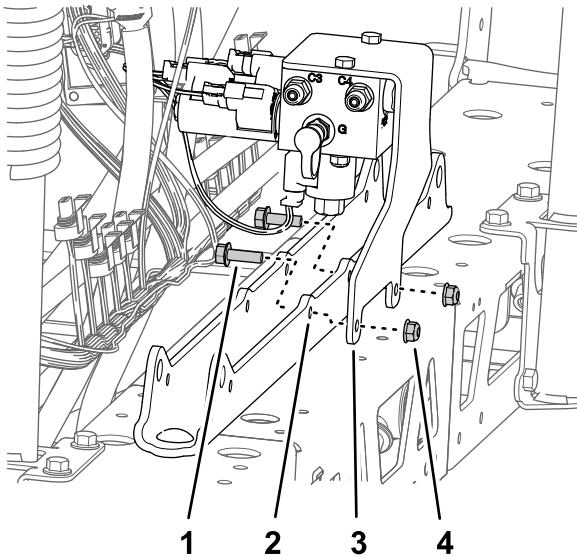

Figure 94
- A. Alignez les trous de la patte de support du collecteur de levage de section et les trous du support de vérin (Figure 94).
- B. Fixez la patte de support sur le support de vérin (Figure 94) à l'aide des 2 boulons à embase (5/16 x 1") et des contre-écrous à embase (5/16") que vous avez retirés à l'opération 1 de Dépose du collecteur de levage de